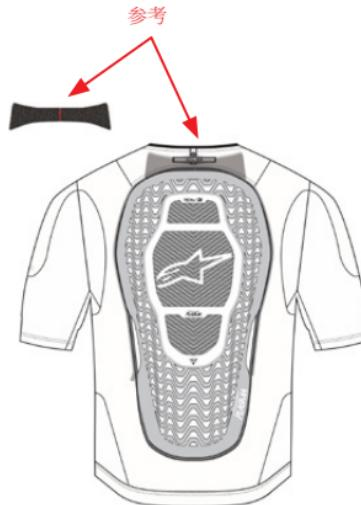

图 27：安装背部保护装置 (4)
2. 重新插入安全气囊并安装背部保护装置 (4) - 重新插入安全气囊 (11)，然后将背部保护装置 (4) 安装到底层 (1)，注意将保护装置上侧的魔术贴部分正确连接到底层 (1)，如图 27 所示。
3. 连接安装气囊 (11) - 继续关闭将安全气囊 (11) 连接到底层 (1) 的所有 12 个连接环，确保安全气囊 (11) 上的彩色标签与底层 (1) 上的彩色标签匹配，使用防护服内的两个开口来连接前部的连接环。请按照标签上的编号进行操作，以便重新组装系统，如图 27 所示。此外，请检查安全气囊 (11) 在系统中的位置是否正确，确保安全气囊 (11) 没有褶皱或扭曲，尤其是肩部区域。仔细检查所有 12 个连接环是否正确放置并牢固连接到底层 (1)。